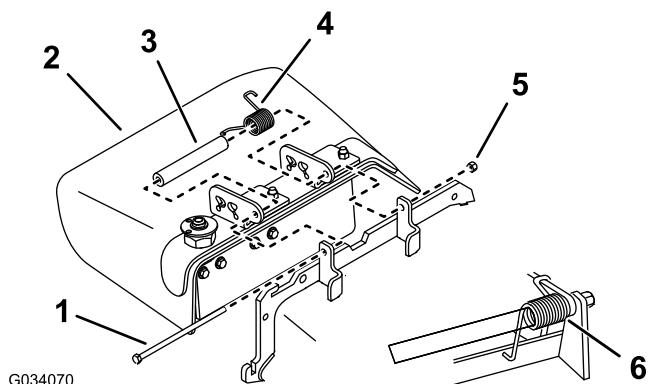

Figure 2
1. Alignez le support de la goulotte d'éjection latérale et le support du tablier, puis placez l'entretoise et le ressort neufs sur le déflecteur d'herbe (Figure 2).
2. Remettez le boulon et l'écrou. Placez l'extrémité en J du ressort autour du déflecteur d'herbe (Figure 2).